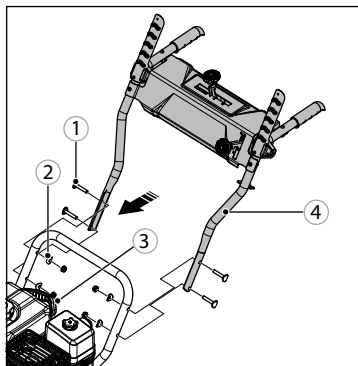

Рис. 3
2. Поднимите верхнюю ручку с панелью 4 в рабочее положение и тщательно закрепите с помощью барашковых гаек 3, болтов 1 и шайб 2 (рис. 3).